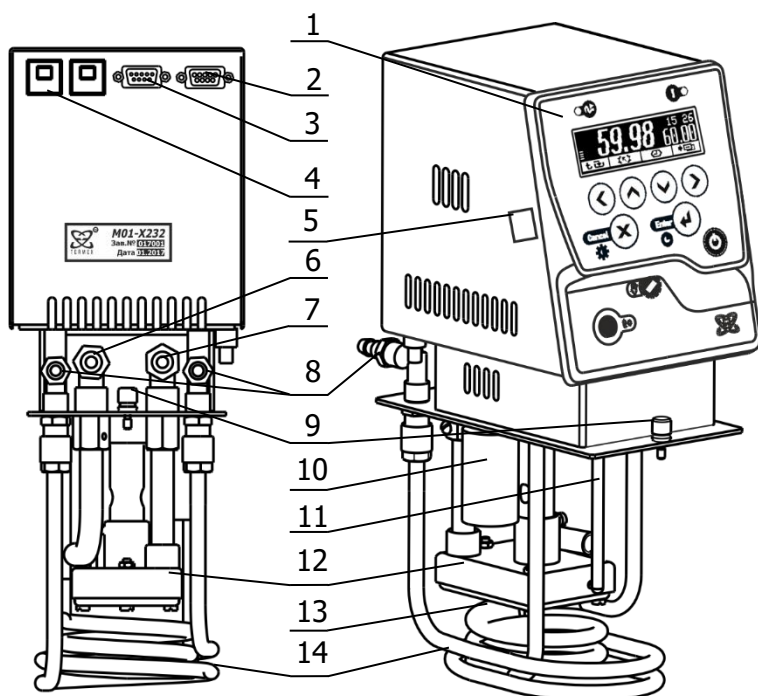

Рисунок 1 – Устройство блока регулирования
1.4.2 Работа блока регулирования заключается в поддержании заданной температуры теплоносителя, циркулирующего в ванне термостата, а также во внешнем потребителе, в случае его подключения. Циркуляция теплоносителя обеспечивается насосом 12 (рисунок 1). Подача теплоносителя внешнему потребителю производится через штуцер 7, а его возврат в ванну термостата — через штуцер 6.
Для работы термостата, не оснащенного холодильной машиной, при температурах, близких к окружающей, необходимо обеспечить дополнительное охлаждение с помощью теплообменника 14 (рисунок 1). Для этого штуцеры теплообменника 8 подключить к водопроводной сети или специальному холодильному устройству. Поток охлаждающей жидкости должен быть равномерным и, по возможности, небольшим.
2.2.2 Соединить шлангом-перемычкой из комплекта поставки входной 6 и выходной 7 штуцеры (рисунок 1) насоса блока регулирования. Закрепить шланг-перемычку на штуцерах, используя хомуты из комплекта поставки блока регулирования.